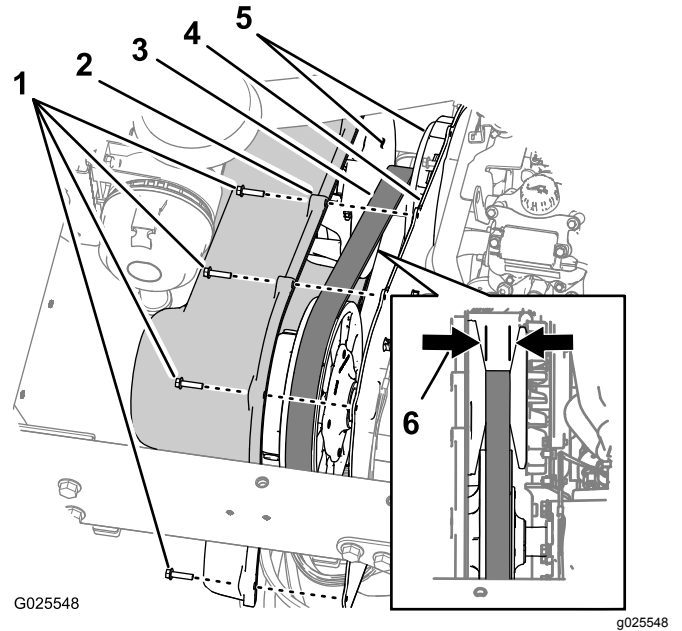

图63
1. 卸下将变速箱盖固定至变速箱安装板的9个六角垫圈螺栓¼ x 1英寸图63。
2. 将盖子向前移动直至可以看到传动皮带图63。
3. 检查主离合器的锥形面看是否有损坏迹象图63。
4. 检查传动皮带的齿轮是否丢失或损坏图63。
5. 横向测量皮带并记录皮带宽度图63。
**注意** 如果皮带宽度是29.5mm或更窄请更换皮带图63。
6. 将变速箱盖上的孔与安装板上的孔对齐图63。
7. 使用在步骤图63中卸下的9个六角垫圈螺栓¼ x 1英寸将盖子固定到安装板上1并上紧螺栓扭矩至10.212.4N·m。